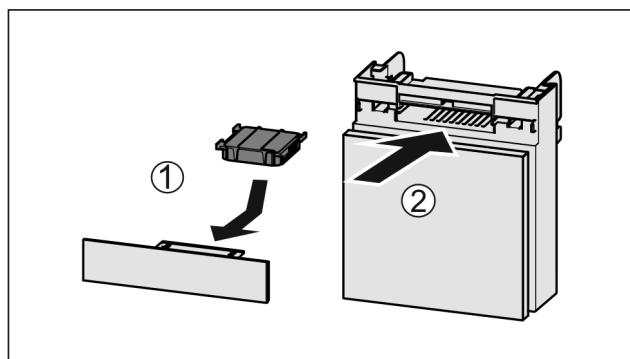

Fig. 158
- Introduceți Fig. 158 (1) filtrul de cărbune activ după cum se vede în figură.
► Împingeți Fig. 158 (2) compartimentul în interior.